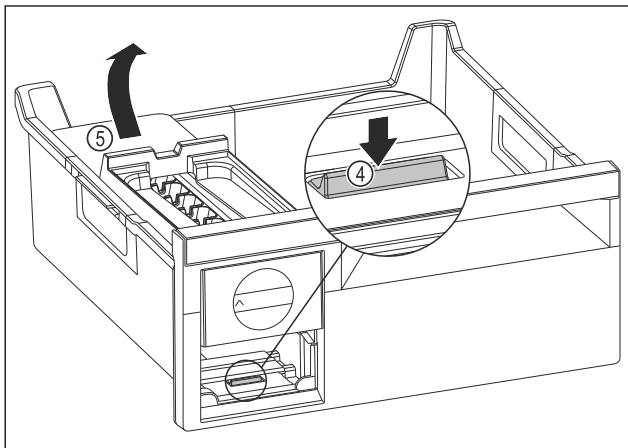

Fig. 111
- ▶ Extraer el cuerpo del EasyTwist-Ice: Presionar la lengüeta Fig. 111 (4) con los dedos hacia abajo subiendo al mismo tiempo por detrás con la otra mano el cuerpo del EasyTwist-Ice Fig. 111 (5).